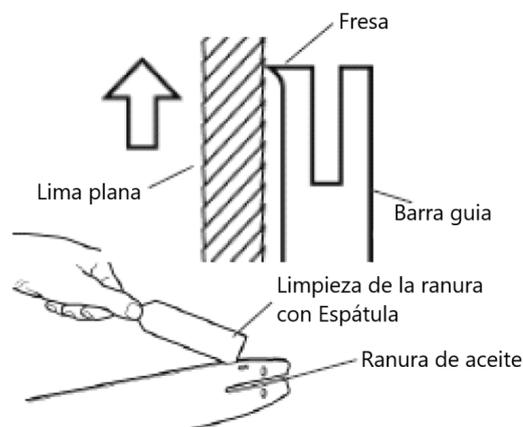

Figura 11
2. Elimine periódicamente el serrín de la ranura de la espada. Utilice una espátula o alambre (**Ver figura 11**)